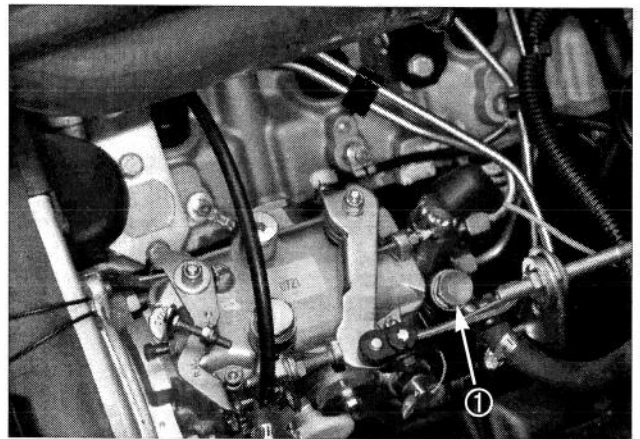

Figure 20
N.B.: Il faudra peut-être purger l'air de trouvant dans le tuyau d'alimentation, entre le filtre à carburant/séparateur d'eau et la pompe d'injection. Pour cela, desserrer le raccord sur la pompe d'injection (Fig. 20) et répéter l'opération de purge.